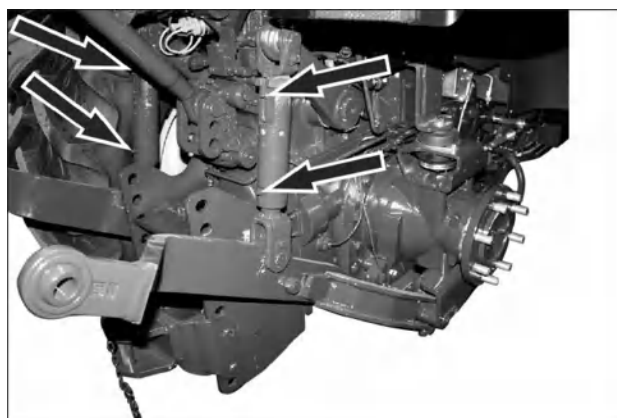

Рис. 7-40
- Трехточечная навеска: 4 пресс-масленки (рис. 7-40).